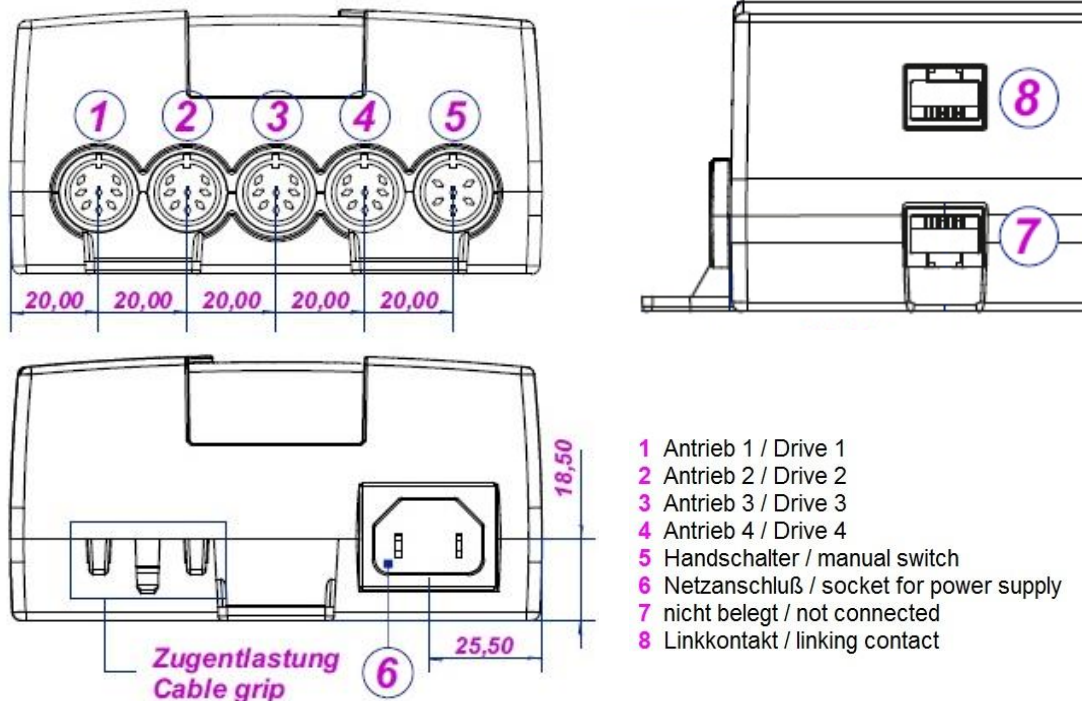

Abbildung 41 Anschlüsse der elektrischen Steuerung
- ➔ Verbinden Sie den Stecker des Handschalters mit dem passenden Eingang an der elektrischen Steuerung (Abbildung 41 Anschluss Nr. 5)
- ➔ Verbinden Sie die Stecker der Hubelemente mit der elektrischen Steuerung (Abbildung 41 Anschluss Nr. 1-4)
- ➔ Verbinden Sie den Netzstecker mit dem passenden Eingang der elektrischen Steuerung (Abbildung 41 Anschluss Nr. 6)
Wenn mehr als vier Hubelemente in einem Höhenverstellsystem eingesetzt werden, dann sind die beiden elektrischen Steuerungen mit einem Linkkabel (Bestellnummer: 198 10134) an den Steckerkontakten zu verbinden (Abbildung 41: Anschluss Nr. 8). Der Anschluss Nr. 7 wird nicht kontaktiert und bleibt somit offen.